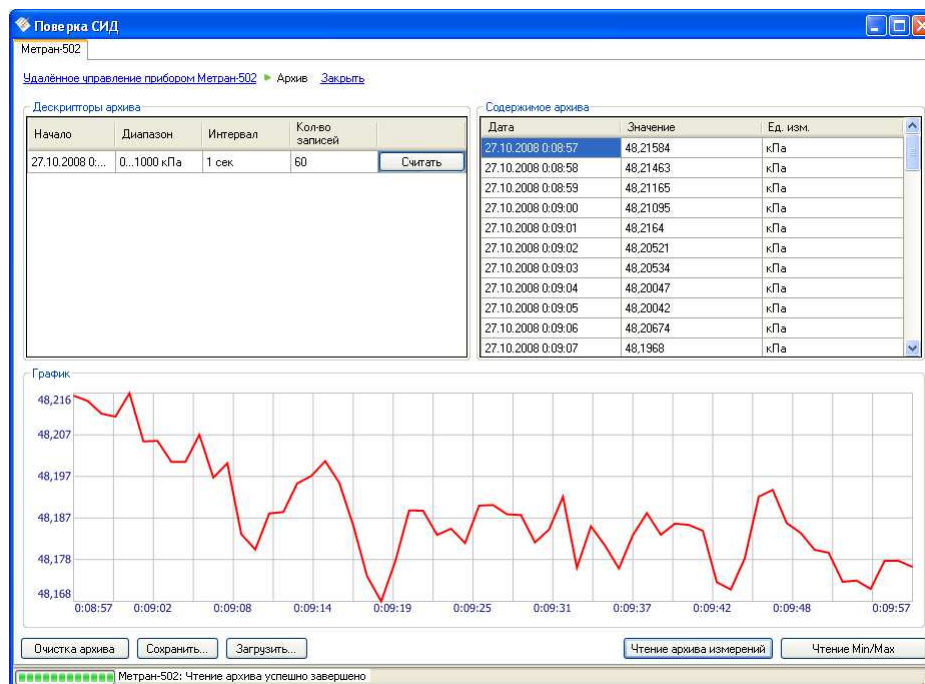

Рисунок 4.55 – Режим чтения архива мониторинга
- Архив (см. Рисунок 4.55);
В окне программы расположены следующие компоненты (см. Рисунок 4.55):
Для просмотра содержимого архива измерений следует нажать кнопку «Чтение архива измерений», в таблице «Дескрипторы архива» выбрать интересующий архив и нажать кнопку «Считать». При этом программа производит чтение архива из памяти калибратора и заполнение таблицы «Содержание архива». Одновременно с заполнением таблицы производится отображение измерений на графике (см. Рисунок 4.55).